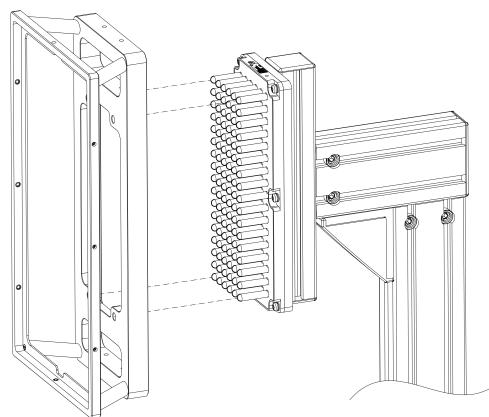

図 5-8: フレームの配置
2. 図 5-8 に示すように、“A” というラベルの付いたプレートを支持体に入れます。